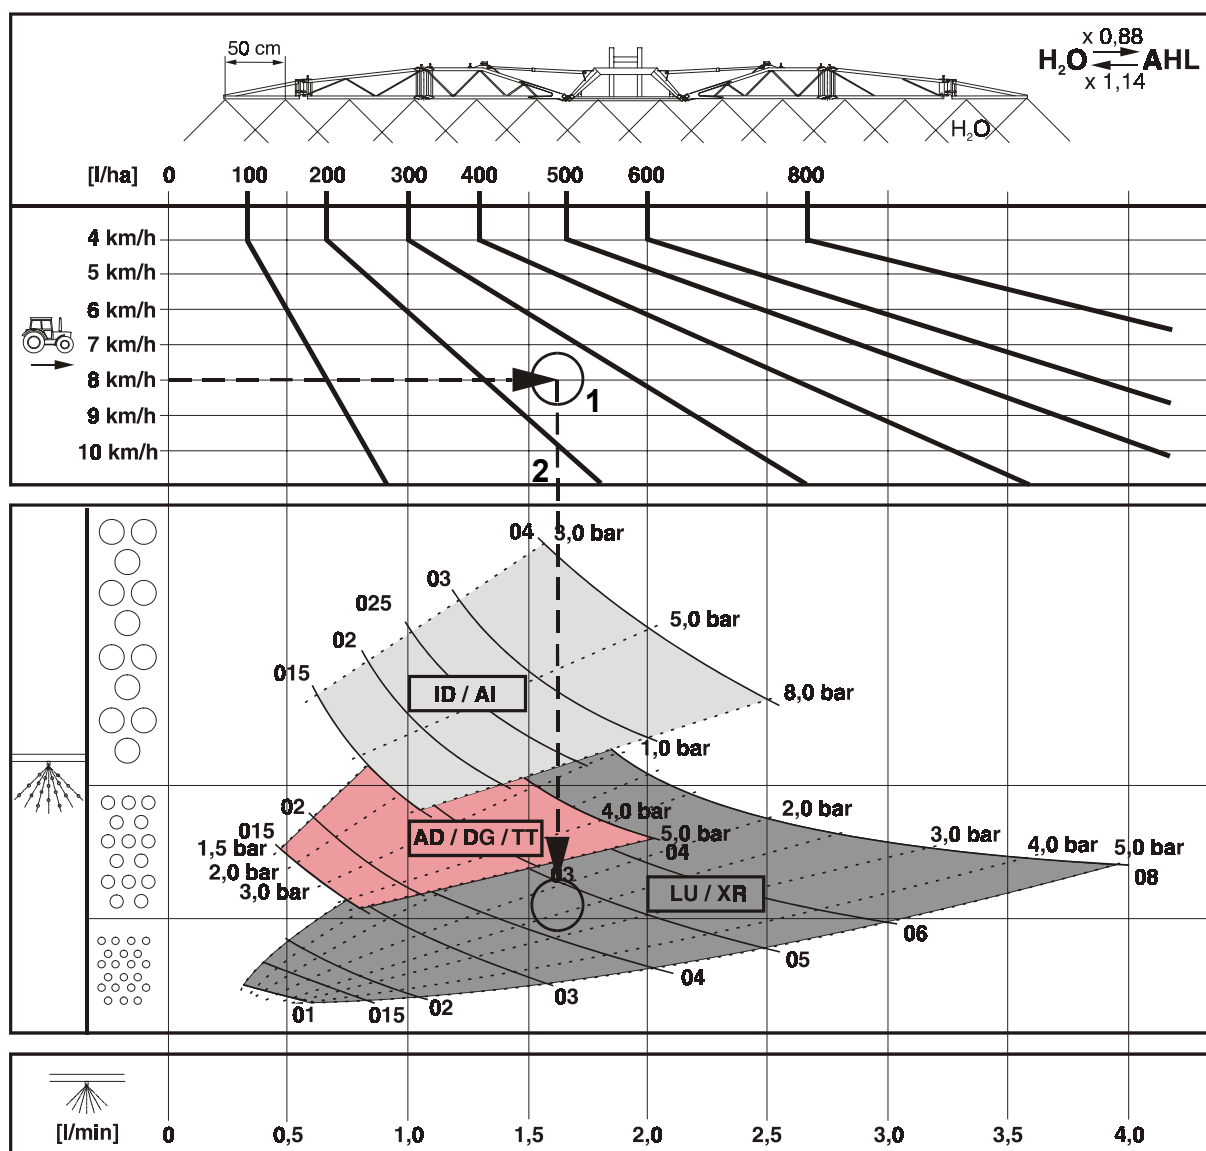

Fig. 200
- Fig. 200 ger information för val av lämpligaste munstycke. Munstyckstypen bestäms av
1. Markera skärningspunkten (Fig. 200/1) för avsedd körhastighet (**8 km/h**) och önskad vätskemängd (**250 l/ha**).
2. Dra en lodrätt linje (Fig. 200/1) nedåt från skärningspunkten (Fig. 200/2) Beroende på skärningspunktens läge löper nu denna linje genom de olika munstyckstypernas indikeringsfält.